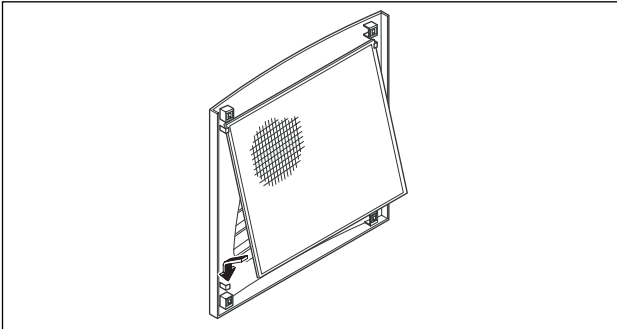

Abb. 34: Filtermatte einbauen
- Legen Sie die Filtermatte wie in Abb. 34 gezeigt in das Lamellengitter ein und drücken Sie es wieder auf das Gehäuse.